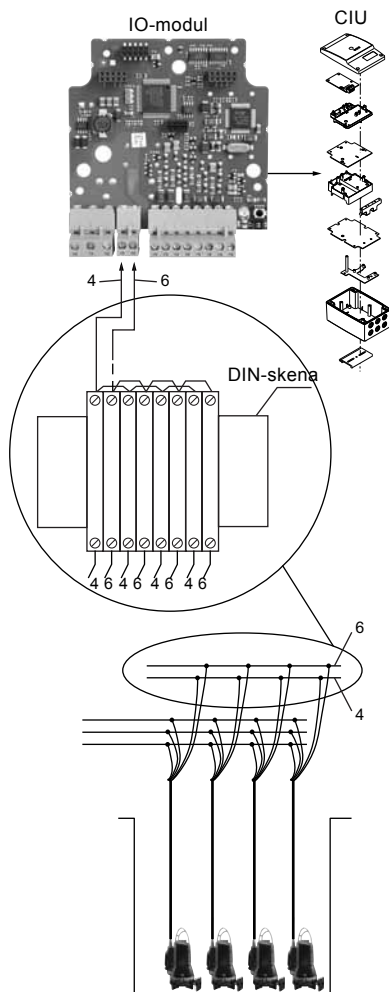

Fig. 7 Anslutning till nätspänningskabel
Plint 1 och 2 används för att upprätta kommunikation med respektive pump. Om fler än en pump är installerade i systemet ska ledarna anslutas enligt fig. 7.
I övre delen av plintblocket ska en parallell anslutning göras. Anslut sedan ledare 4 till plint (pos. 1) och ledare 6 till plint (pos. 2). Se fig. 7.